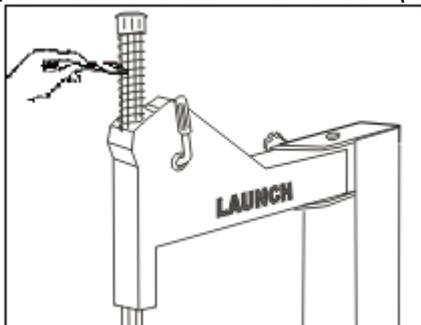

Рис.18
- Содержите движущиеся части колонны в чистоте и сухости (очищать дизельным топливом, Рис. 18).